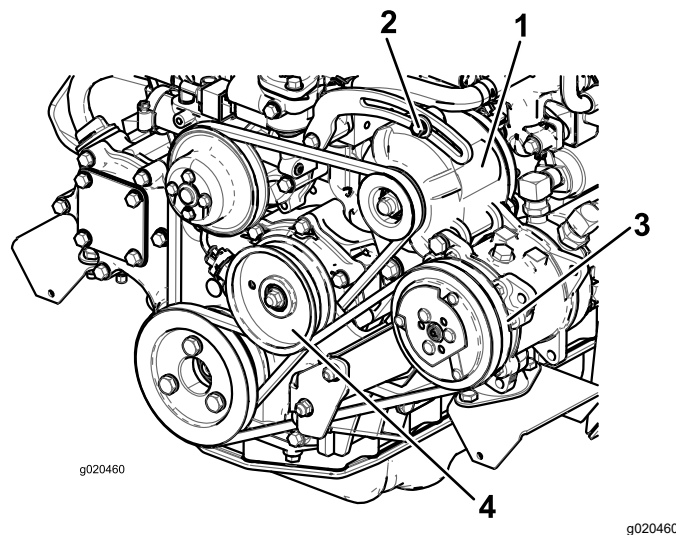

Figure 114
Si vous n'obtenez pas une flèche de 10 mm, desserrez les boulons de fixation de l'alternateur (Figure 114).
Vérifiez l'état et la tension de la courroie (Figure 114) toutes les 100 heures de fonctionnement.
- Si vous n'obtenez pas une flèche de 10 mm, desserrez le boulon de fixation de la poulie de tension (Figure 114). Augmentez ou diminuez la tension de la courroie du compresseur et resserrer le boulon. Contrôlez de nouveau la flèche de la courroie pour vérifier si la tension est correcte.